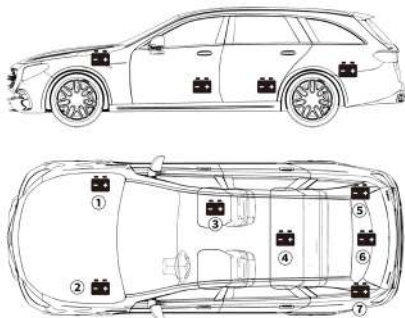

Figure 3.1.1
- 1) Sur la plupart des modèles, la batterie se trouve dans le compartiment moteur, sous le capot, dans l'un des coins avant. Voir la position de la batterie ① et ② dans la figure 3.1.1.
- 2) Pour équilibrer la répartition inégale du poids, certains constructeurs conservent le moteur dans le coffre. Voir la position de la batterie ⑤, ⑥ et ⑦ dans la figure 3.1.1. Dans ce cas, la batterie peut avoir un couvercle en plastique qui doit être retiré avant tout test.
- 3) Sur certains modèles, la batterie peut être rangée sous le siège arrière. Voir l'emplacement de la batterie ④ dans la figure 3.1.1.
- 4) Pour les autres véhicules, la batterie peut être rangée sous le siège du passager. Voir l'emplacement de la batterie ③ dans la figure 3.1.1.